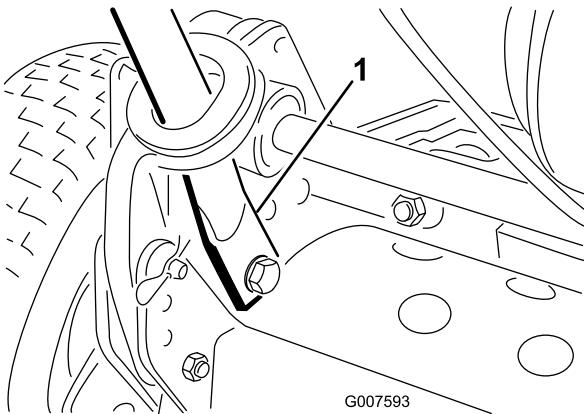

Figura 3
- Apriete los extremos del manillar hacia dentro e instálelos sobre los pasadores de montaje (Figura 3).
- Sujete los extremos del manillar a los pasadores de montaje con los pernos, las arandelas y las arandelas de freno que retiró anteriormente (Figura 3).
- Sujete la parte inferior de los brazos del manillar a cada lado del cortacésped con los pernos y las contratueras que retiró anteriormente (Figura 3). Asegúrese de instalar los casquillos en los taladros de montaje de los brazos del manillar.
- Sujete los brazos del manillar a la parte de atrás del bastidor con los pasadores de horquilla y los pasadores de anilla que retiró anteriormente (Figura 3).